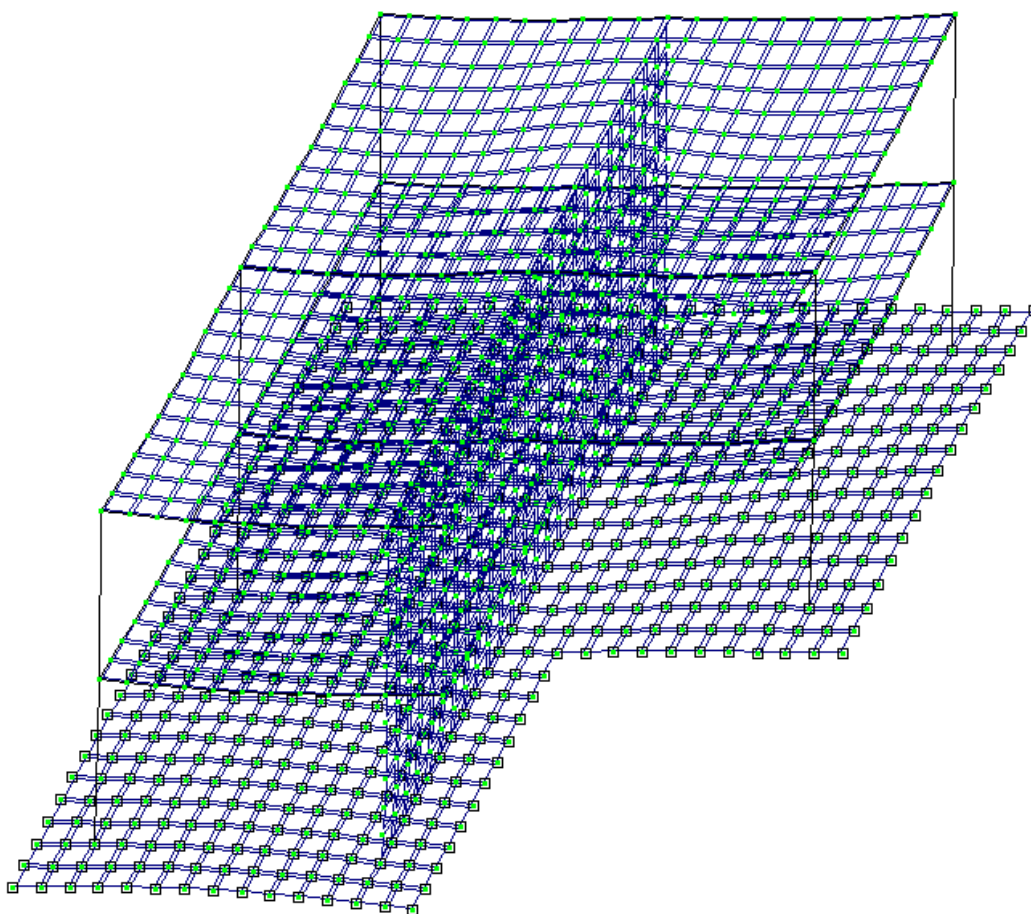

Рис.11.23. Расчетная схема с учетом перемещений узлов
- В режиме просмотра результатов расчета по умолчанию расчетная схема отображается с учетом перемещений узлов (рис. 11.23).